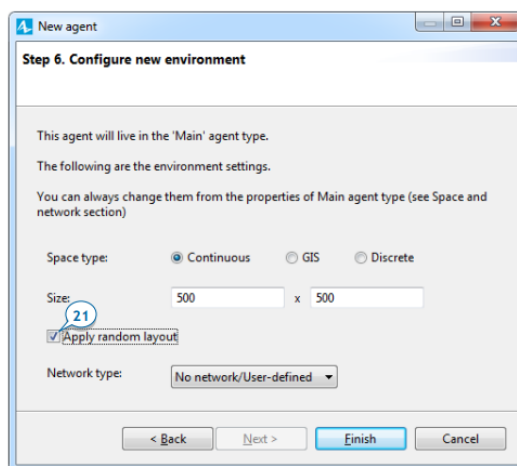

Рисунок 2.14 – Налаштування нового середовища
23. На сторінці *Configure new environment* приймаємо значення за замовчуванням для типу простору середовища («Безперервний», *Continuous*), а також значення *Width and Height* (500). *AnyLogic* відобразить агентів у прямокутнику 500 пікселів × 500 пікселів.
24. Виберіть поле *Apply random layout*, щоб довільно розподілити агентів по ширині та висоті 500 пікселів, які ми визначили. Оскільки ми не хочемо створювати мережу агента, оберемо стандартний тип мережі *No network/User-defined* (рис. 2.14).